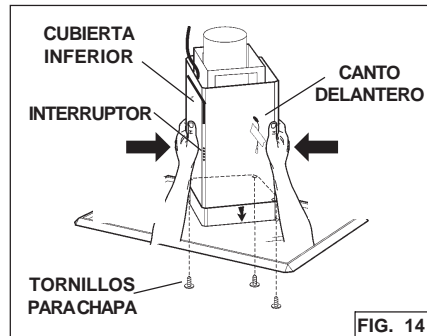

FIG. 14
9. Con el interruptor alineado con el canto del bastidor de soporte marcado "FRONT" levante con cuidado la cubierta por encima del bastidor de soporte. Fig. 14.
10. Baje la cubierta hasta su posición. Introduzca el cable sobrante dentro de la cubierta a medida que la baje hasta su posición. Fig. 14.
11. Retire el filtro de grasa. Sujete la cubierta decorativa inferior a la campana con tres tornillos para chapa. Fig. 14.